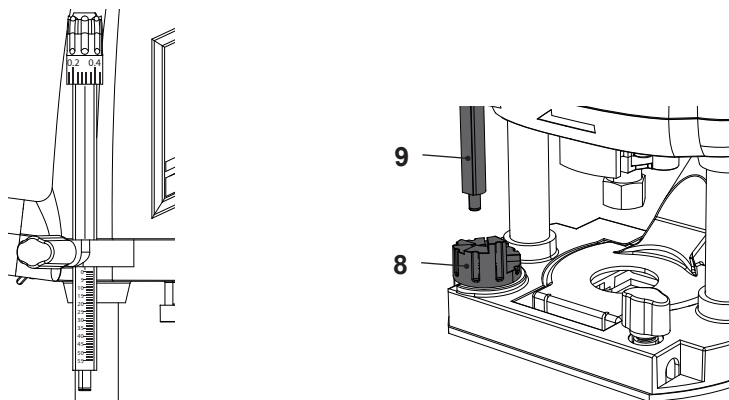

Fig. 16
- > Coloque o limitador escalonado (8) na sua posição mais baixa.
- > Desaperte o manípulo de fixação do limitador de profundidade (10) para que o limitador de profundidade (9) se possa mover livremente.
- > Solte a alavanca de fixação da profundidade (16) e suavemente desça o produto até que a ferramenta de fresagem toque a superfície da peça de trabalho. Bloqueie a alavanca de fixação da profundidade (16) quando o produto estiver na sua posição mais baixa.
- > Ajuste o limitador de profundidade (9) para que toque o degrau mais baixo do limitador escalonado (8) e leia o valor indicado na escala. Adicione a profundidade de corte desejada e depois, ajuste o limitador de profundidade (9) em conformidade com o anterior (Fig. 16).